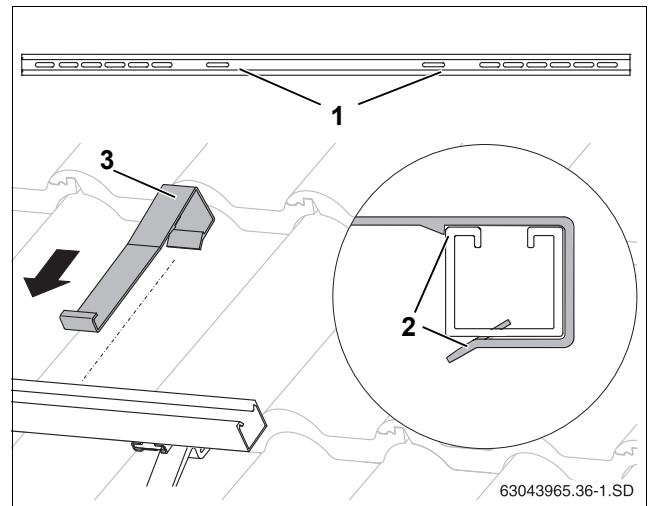

Рис. 34 Установка крепления от сползания
- Крепления от сползания (рис. 34, [3]) наденьте снаружи на профильные рейки так, чтобы они вошли во внутренние продольные отверстия (рис. 34, [1]) до защелкивания (рис. 34, [2]).